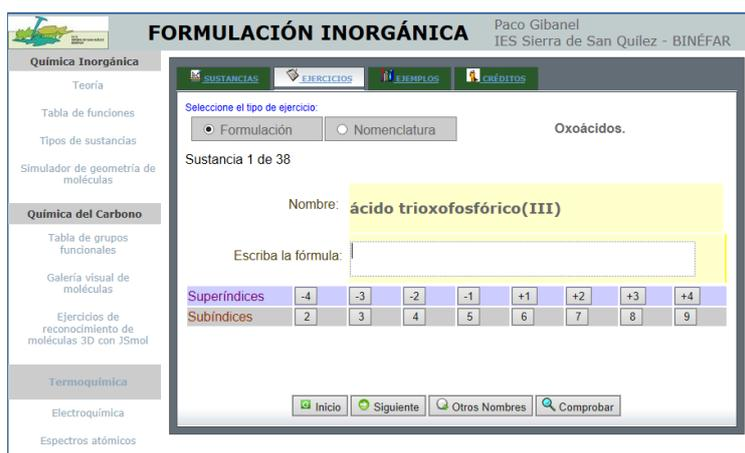

Figura 9: Simulador formulación inorgánica ^{28,29}
- Esta actividad se realizará en el aula de informática durante los primeros 15 minutos de la clase. Consistirá en el manejo individual de unos simuladores (ver Figura 9)^{28,29} para recordar la formulación inorgánica. Las dudas que les surjan serán atendidas por sus compañeros, haciendo uso de la atención a la diversidad, es decir, en estos casos suelen ser los compañeros de altas capacidades los que resuelven las dudas y quienes adoptan el rol de profesor.